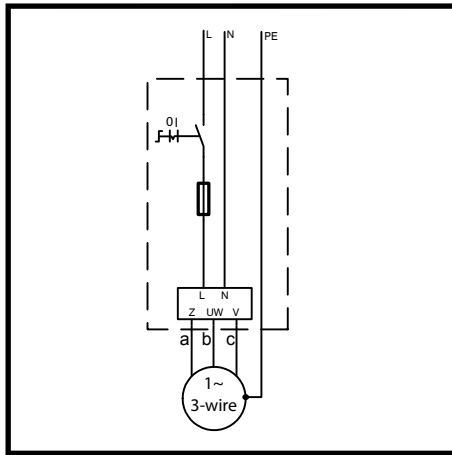

Fig.: 17
3. Conexão de aço inoxidável especial com 3 fios (Fig.: 17)